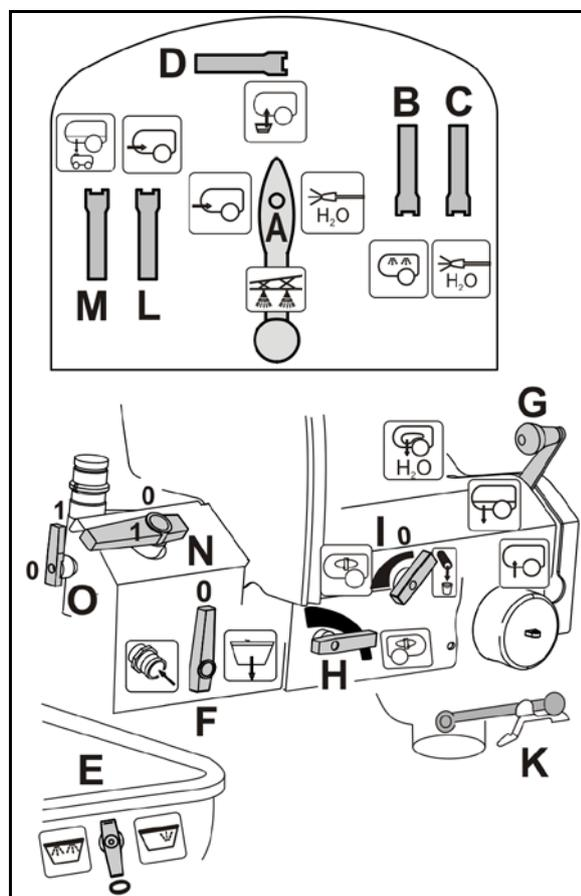

Рис. 149
6. Освободите крышку всасывающего фильтра (Рис. 149/2).
8. Снимите крышку и фильтр (Рис. 149/3) и очистите их водой.